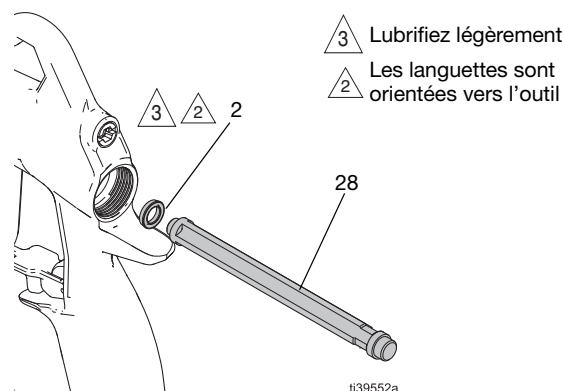

FIG. 47 : Montage de la coupelle en U
5. Placez une coupelle en U neuve (2) sur l'instrument de montage des joints (28), avec les lèvres de la coupelle U tournées vers l'instrument. Voir FIG. 47.
6. Pressez fermement la coupelle en U (2) dans la partie arrière du pistolet jusqu'à ce qu'elle se mette en place.
7. Montez la gâchette du pistolet (9). Voir **Montez la gâchette**, page 30.